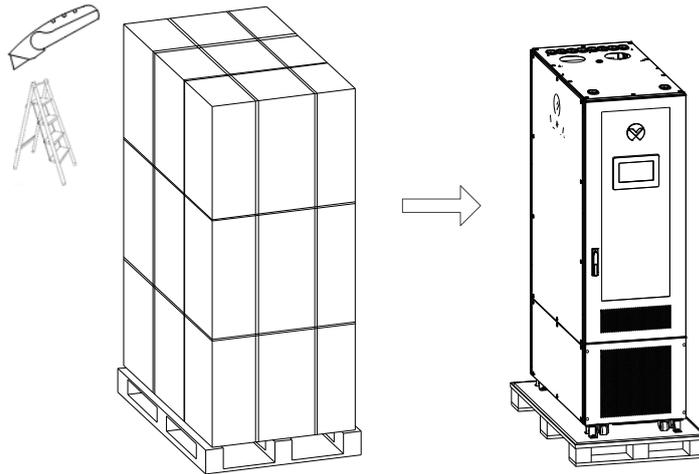

图2-5 拆除纸质包装材料
- 2) 若您收到的纸箱包装，使用美工刀拆除包装材料，如图 2-5。